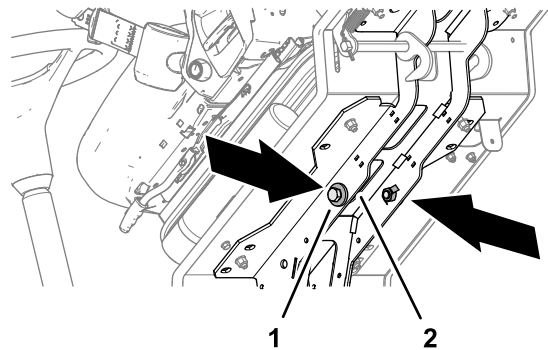

Bild 42
4. Entfernen Sie die beiden Schrauben (12 x 40 mm) und die beiden Beilagscheiben (12 mm) in den Stützschiene der Plattform (Bild 42).